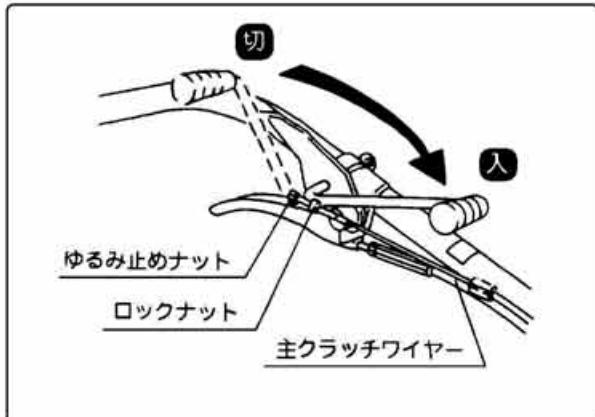

図18
- ②走行用主クラッチワイヤーやVベルトが伸びた場合はロックナットをゆるめ、アウターリングを伸ばしてください。これだけで調節しきれない場合はエンジン固定ボルト4本をゆるめてエンジンを後ろに移動してください。(このときのベルトとベルト押えのスキマは3~5mmが適当です) (図18,19)